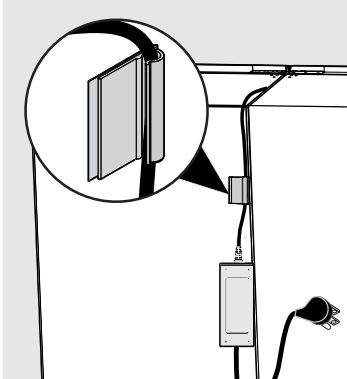

Fig. 12
- Si le bloc d'alimentation ne peut pas être placé sur le dessus de l'unité, collez-le verticalement sur la paroi arrière de l'unité et assurez-vous que le connecteur à trois broches est orienté vers le bas (Fig. 12).